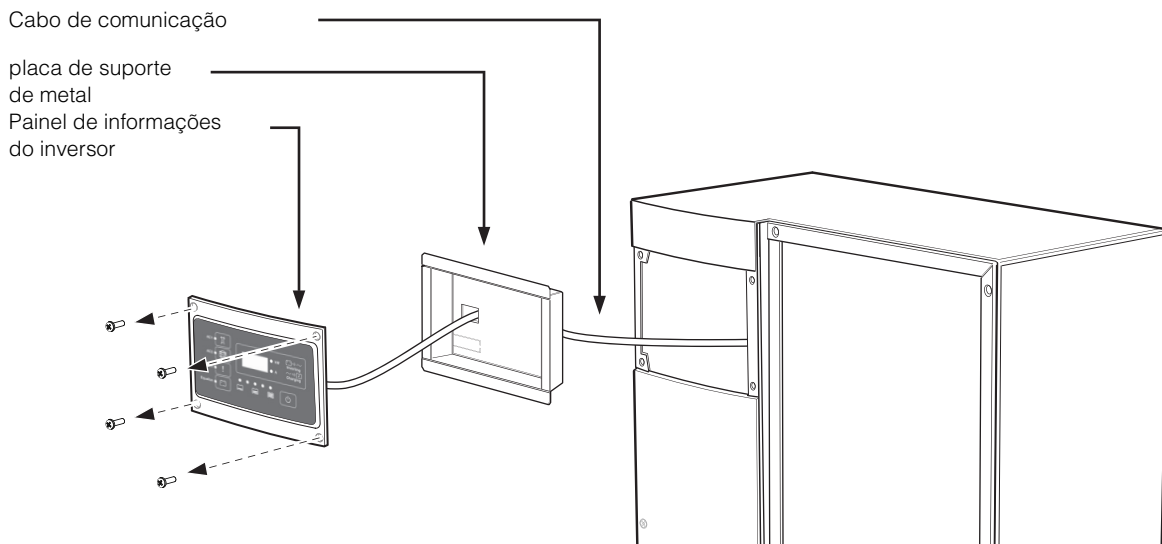

Figura 5-2 Remoção do painel de informações do inversor
2. Remova os quatro parafusos do painel de informações do inversor, conforme mostrado na Figura 5-2.